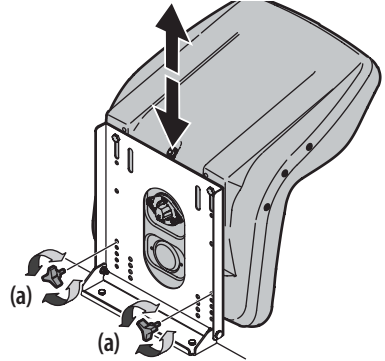

Figura 15
- Vuelva a colocar las perillas en uno de los cuatro ajustes de los orificios y ajuste bien. Consulte la Figura 15.